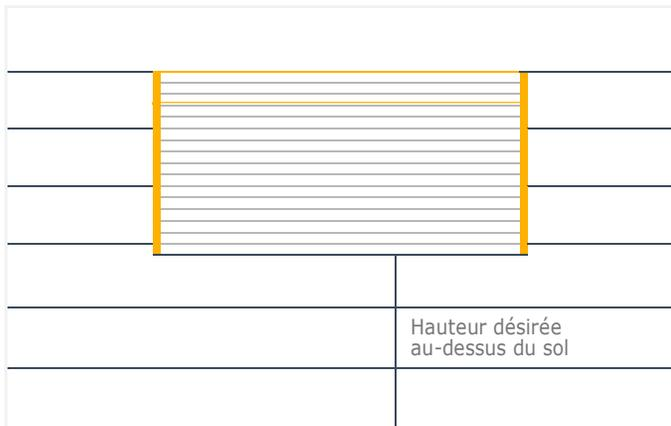
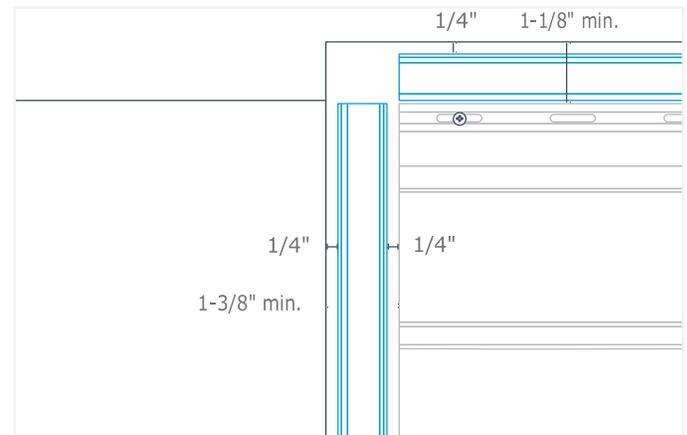

Fig. 15
Fig. 16
1. Consultez le diagramme ci-dessous pour connaître la disposition recommandée de l'installation (Fig. 15) et les mesures d'espacement appropriées (Fig. 16). Il est essentiel de laisser un espace suffisant entre les panneaux pour murs et plafonds et la zone des panneaux SlatWall pour la moulure en H encliquetable qui servira de transition entre les deux produits. L'espacement suggéré est le même pour les orientations d'installation horizontale et verticale des panneaux pour murs et plafonds Trusscore.